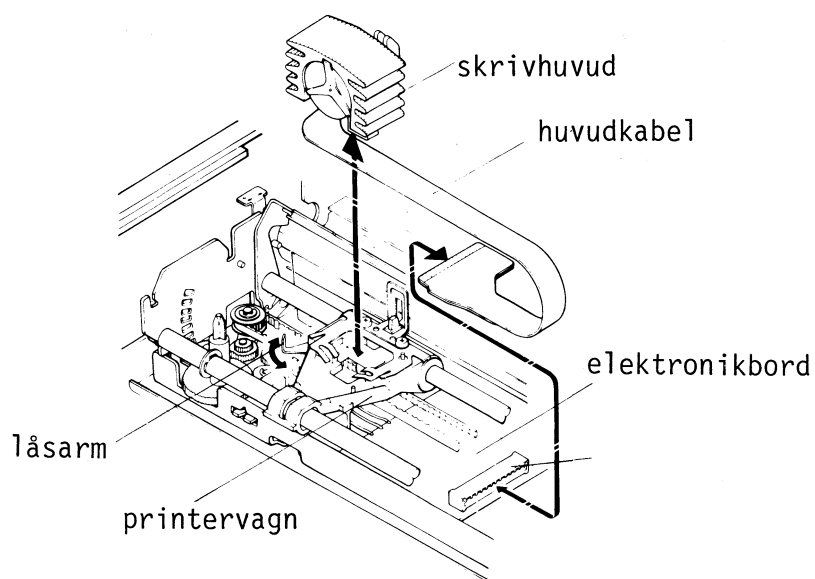

Fig 9.1 Byte av skrivhuvud
- c) Vrid skrivhuvudets låsarm medurs och ta bort skrivhuvudet, se fig 9.1.